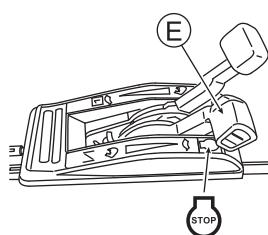

Abb. 21
6. Um die Mäharbeit zwischendurch zu unterbrechen oder zu beenden, stellen Sie den Kupplungshebel (B) und Klingenhebel (C) zurück und anschließend den Gashebel (E) auf "STOP", um den Motor abzustellen. (Siehe Abb. 21)